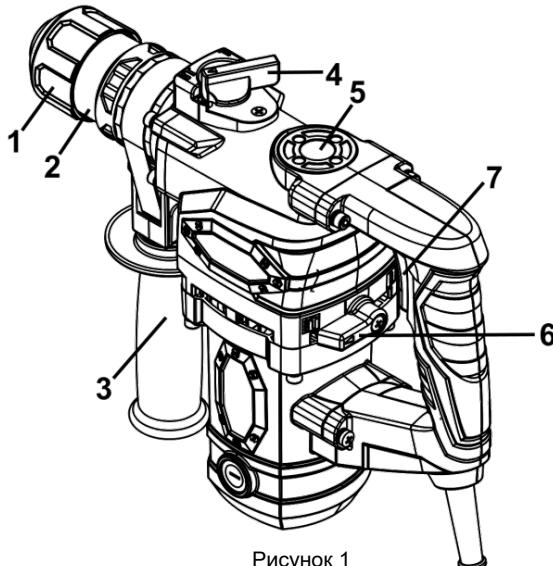

Рисунок 1
- Ударно-обертальний режим - перемикач (4) (верхній) в положенні **T1**, перемикач (6) (задній) в положенні **T1**.
- Ударний режим - перемикач (4) в положенні **T**, перемикач (6) в положенні **T1**.
- Обертальний режим - перемикач (4) в положенні **T1**, перемикач (6) в положенні **I**.
**4.2** Для ввімкнення виробу натисніть на курковий важіль перемикача (7) (рис.1). Для відключення виробу слід курок відпустити.